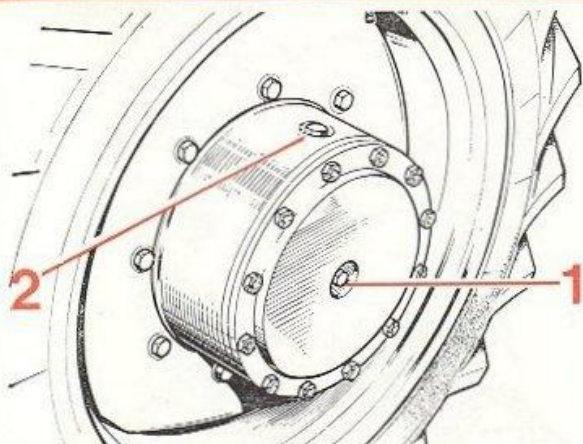

Fig. 8
Après avoir fait tourner le réducteur de façon à maintenir le bouchon (2) en position haute (fig. 8), faire le plein à l'aide de 3,2 litres d'huile **FIAT AMBRA 20 W-40** ou **MOBILAND UNIVERSAL** ; l'huile doit affleurer au niveau de l'orifice central.